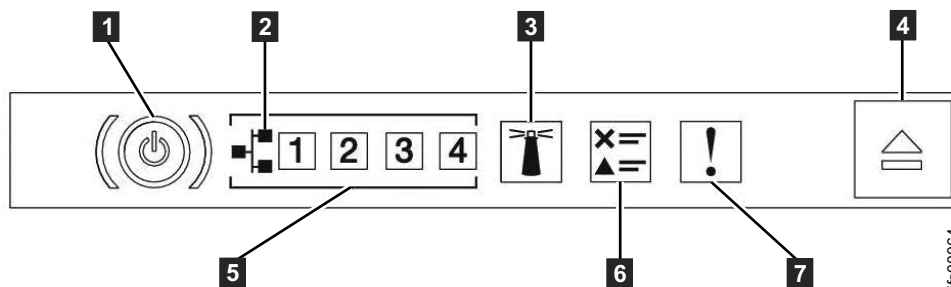

図 85. SAN ボリューム・コントローラー 2145-DH8 オペレーター情報パネル
1. **SAN ボリューム・コントローラー 2145-DH8** オペレーター情報パネル の図 85 に示されているシステム・エラー LED **7** は点灯していますか、それとも明滅していますか?